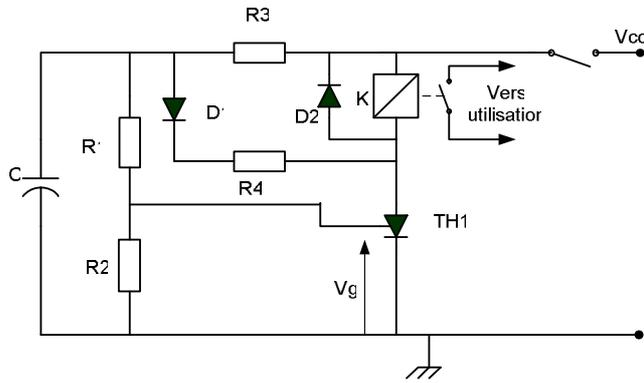

Figure 8
1. On donne pour le montage sur la figure 8, les valeurs :